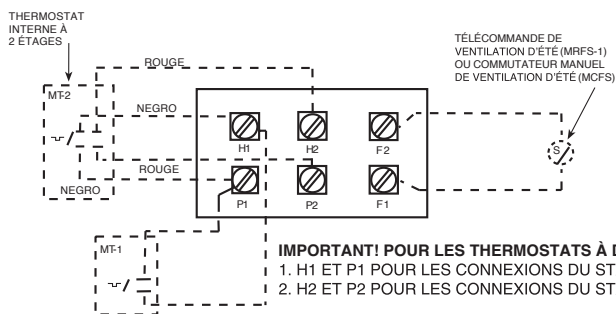

Figure 4. Carte de terminaison de commandes (pour radiateurs sans contacteur)
- Sur les radiateurs non fournis avec un contacteur interne (3 et 5 kW), référez-vous à la Figure 4 comme schéma de câblage.